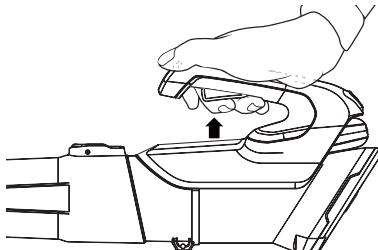

Abb. 5
- b. Drücken und halten Sie den Ein/Aus-Schalter, jetzt ist das Blasgerät eingeschaltet. (Abb. 5)